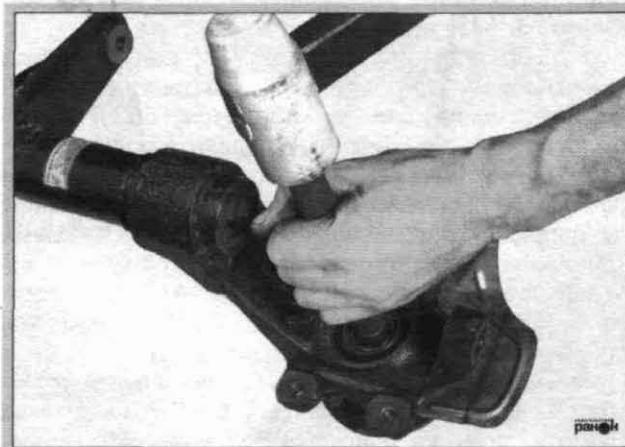

Рис. 5.18. Снятие наружного ступичного подшипника
- при помощи оправки или съемника снять ступичный подшипник (рис. 5.18);